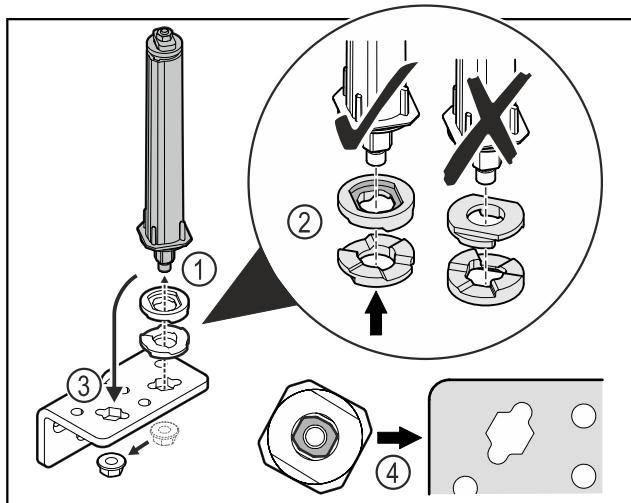

Fig. 39
- ▶ Λύστε το παξιμάδι και αφαιρέστε το σύστημα κλεισίματος πόρτας Fig. 39 (1).
- ▶ Βεβαιωθείτε για τη σωστή ευθυγράμμιση των ροδελών ρύθμισης ύψους Fig. 39 (2).
- ▶ Μεταφέρετε το σύστημα κλεισίματος πόρτας στη γωνία μεντεσέ και στερεώστε με το παξιμάδι Fig. 39 (3).
- ▶ Κατά την τοποθέτηση βεβαιωθείτε για τη σωστή ευθυγράμμιση του συστήματος κλεισίματος πόρτας Fig. 39 (4).